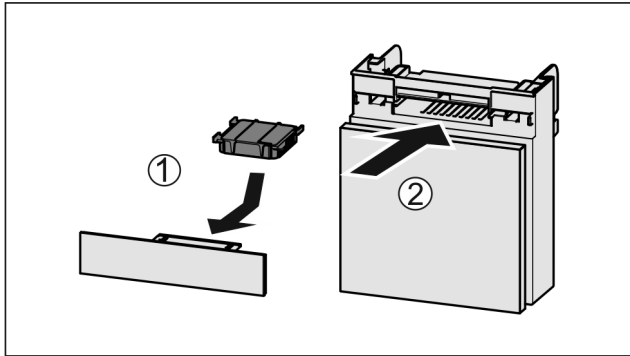

Fig. 45
- ▶ Aktif karbon filtresini şekildeki gibi yerleştirin Fig. 45 (1).
- ▶ Rafı içeri itin Fig. 45 (2).